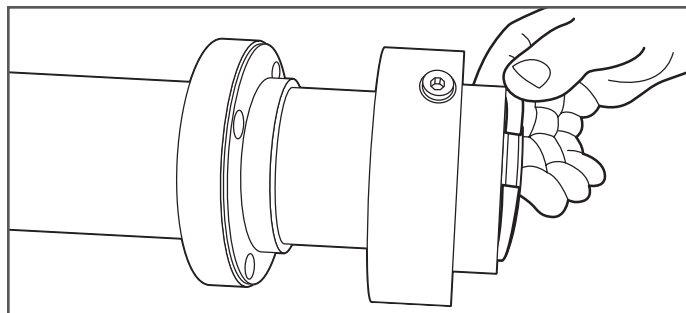

Figure 8-6
6. Les anneaux fendus étant exposés, retirez-les du raccord DoubleTrac® (Figure 8-6).